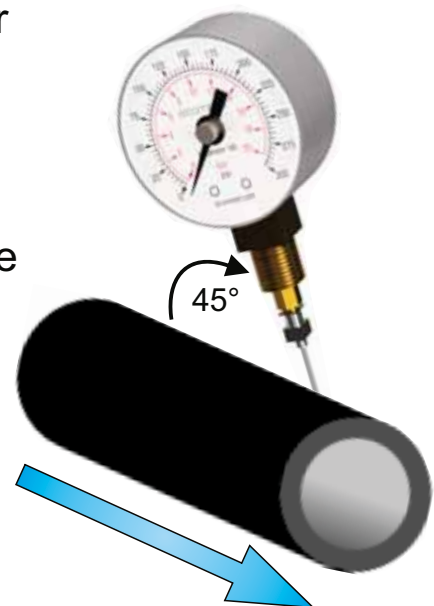

Figuur 2
- 1 Gebruik de onderzijde van de naaldbeschermer om de naald los te maken en te verwijderen (zie Figuur 2).